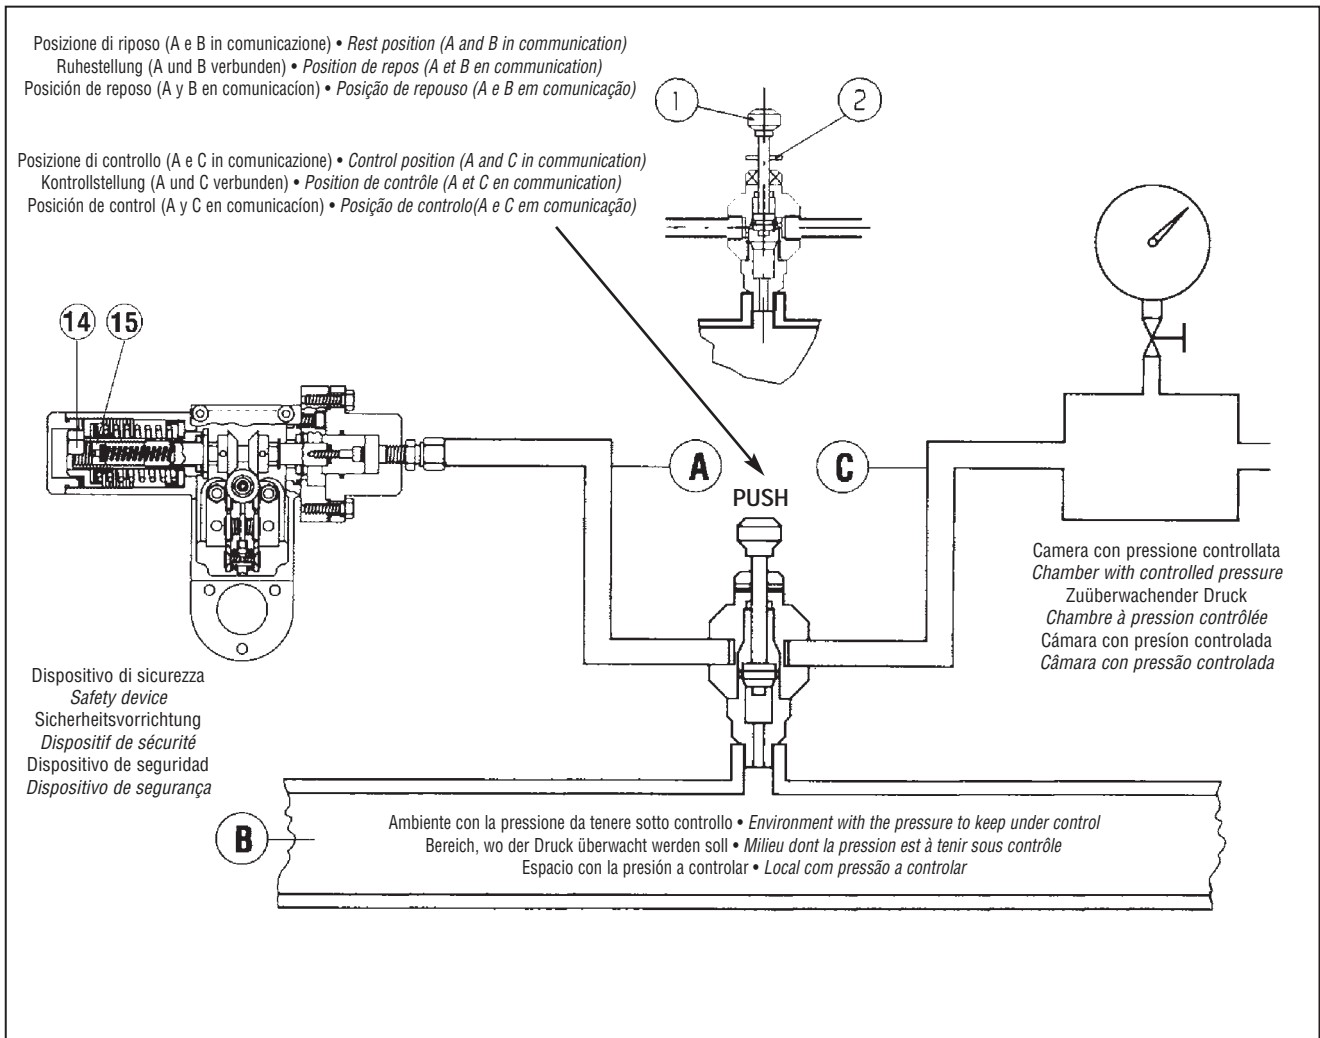

Fig. 23
- A) Per dispositivi di blocco collegati alla tubazione di valle tramite la valvola deviatrice a tre vie "push" 11 procedere nel modo che segue (fig. 23):
- A) For slam-shuts connected to the downstream piping by a three-way deviator push valve 11, proceed as follows (fig. 23):
- A) Bei Sicherheitsabsperrventilen, die durch das 3-Wege-Ventil "Push" 11 mit der Ausgangsdruckleitung verbunden sind, ist folgendermaßen vorzugehen (Fig. 23):
- A) *Pour les dispositifs de sécurité reliés au tuyau en aval par la vanne déviatrice à trois voies "push" 11, procéder de la façon suivante (Fig. 23):*
- A) Para los dispositivos de bloqueo conectados a la tubería de salida a través de la válvula de tres vías "push" 11, proceder de este modo (fig. 23):
- A) *Para os dispositivos de bloqueio ligados à tubação de jusante através da válvula desviadora de 3 vias "push" 11, prosseguir como segue (fig. 23):*